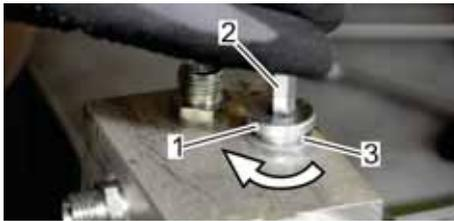

Abb. 141: Verschlusschraube ein-drehen
11. Die Verschlusschraube (Abb. 141/1) mit einem Innensechskantschlüssel SW 8 (Abb. 141/2) in Pfeilrichtung in die Einsatzbohrung (Abb. 141/3) des Gehäuses ein- und festdrehen.